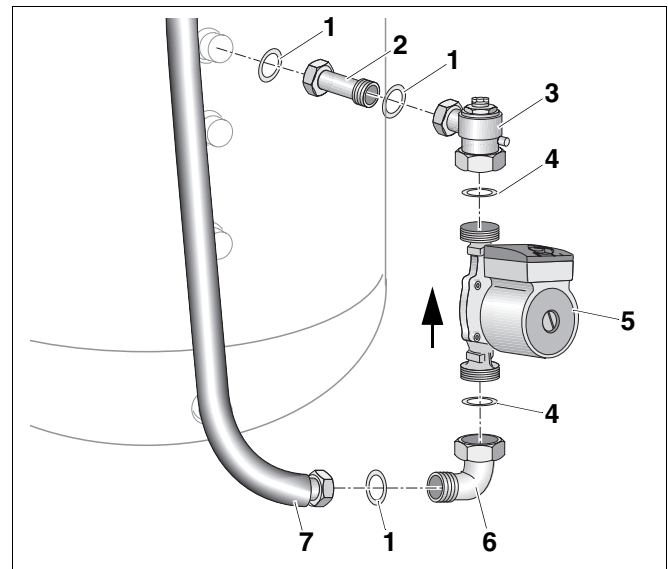

Abb. 6 Vorlauf anschließen
- Dichtung (Abb. 6, **Pos. 1**) in die Verlängerung (Abb. 6, **Pos. 2**) einlegen und auf den Vorlaufstutzen (VS) schrauben.
- Dichtung (Abb. 6, **Pos. 1**) in das Eck-Rückschlagventil einlegen und mit dem Handentlüfter nach oben an die Verlängerung anschrauben.
- Dichtung (Abb. 6, **Pos. 1**) in die eingesetzte Überwurfmutter des Eck-Rückschlagventils (Abb. 6, **Pos. 3**) einlegen und die Speicherladepumpe (Abb. 6, **Pos. 5**), mit der Förderrichtung nach oben, am Eck-Rückschlagventil anschrauben.
- Dichtung (Abb. 6, **Pos. 4**) in die Überwurfmutter des Reduzierwinkels (Abb. 6, **Pos. 6**) einlegen und mit der Speicherladepumpe (Abb. 6, **Pos. 5**) verschrauben.
- Metallwellschlauch (Abb. 6, **Pos. 7**) mit eingelegter Dichtung (Abb. 6, **Pos. 1**) am Reduzierwinkel (Abb. 6, **Pos. 6**) anschrauben.